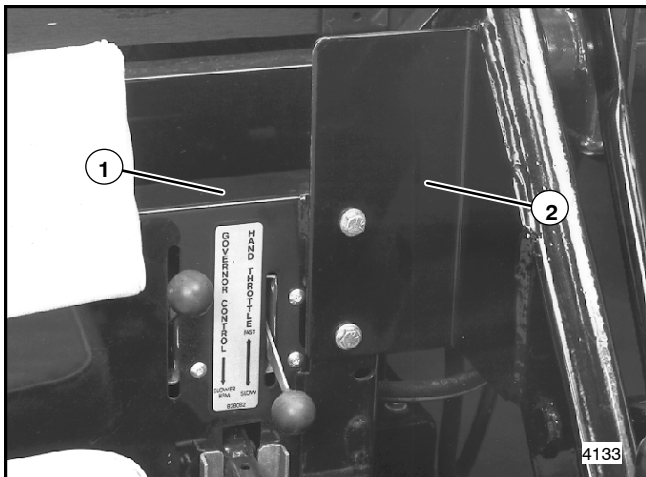

Abbildung 5
Verwenden Sie zwei (2) 5/16-18 x 1 Schrauben (Teilenummer 306416), vier (4) flache Unterlegscheiben, zwei (2) Sicherungsscheiben und Muttern, um die obere Montageklammer an der Trennwand zu befestigen (siehe Abb. 5). Ziehen Sie die Befestigungselemente des Hydraulikbehälters an.